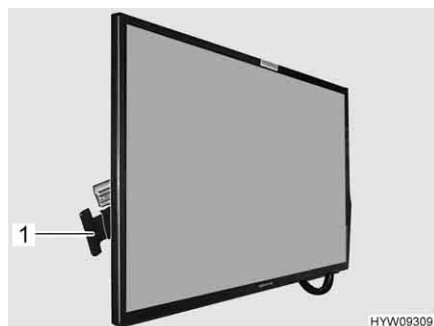

Fig. 92 Schermo piatto (scorrevole lateralmente)
- Premere e tenere premuta la maniglia (Fig. 92,1) in direzione dello schermo piatto. Lo schermo piatto è sbloccato.